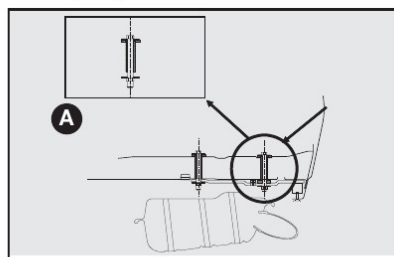

fig. 12
- Efetuar no veículo a furação com  $\varnothing$  (diâmetro) 11 mm traspassando o assoalho posterior (ver detalhe A-fig. 12) e a longarina nas marcas esquemáticas indicadas na fig. 13.